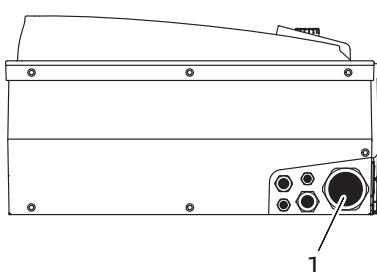

Fig. 22: Kálová priechodka M40
- Pripojenie na sieť je nutné viesť cez kálovú priechodku M40 (Fig. 22, pol. 1).